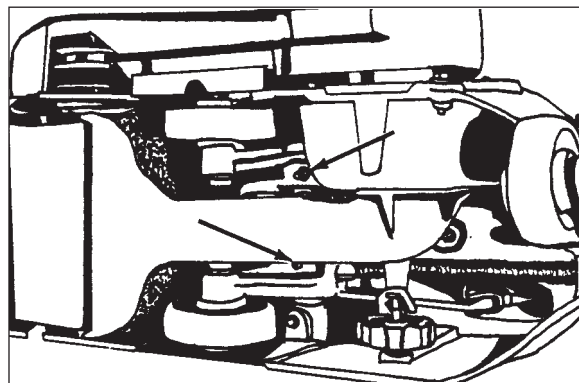

Figura 8
2. Lubrique los pivotes. Los pivotes se encuentran detrás de las ruedas. Consulte la Figura 8.